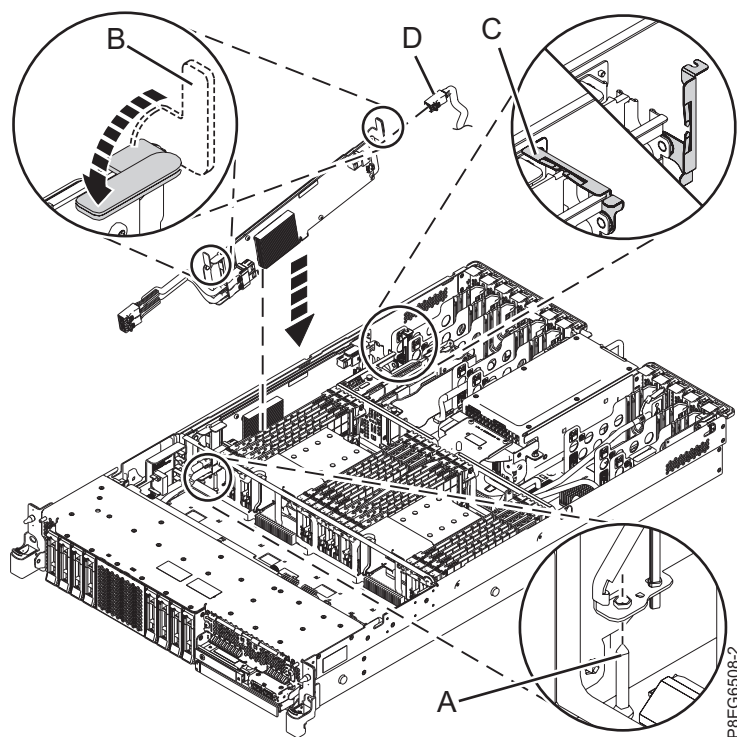

Figure 6. Remise en place de la carte PCIe3 x8 cache SAS RAID interne 6 Gbits
2. Reconnectez le câble SAS avant au connecteur P1 de la carte SAS RAID interne avant d'installer la carte. Appuyez sur le connecteur jusqu'à ce que vous entendiez un clic. L'extrémité du câble dotée de l'étiquette du fabricant se branche dans le fond de panier d'unité de disque. Pour plus d'informations, voir figure 6, à la page 9.
4. Reconnectez le câble SAS arrière (**D**) au connecteur arrière de la carte interne SAS RAID, comme illustré à la figure 6, à la page 9.
5. Terminez l'installation de la carte interne SAS RAID en l'insérant complètement dans son emplacement. Assurez-vous que la carte est installée sur la broche de détrompage (A). Appuyez au centre du bord supérieur de la carte pour l'installer correctement dans le connecteur du fond de panier du système.
6. Appuyez sur les poignées bleues (B) dans la direction illustrée. Pour plus d'informations, voir figure 6.
7. Appuyez sur le crochet de fixation du câble (C) dans la direction illustrée. Pour plus d'informations, voir figure 6.